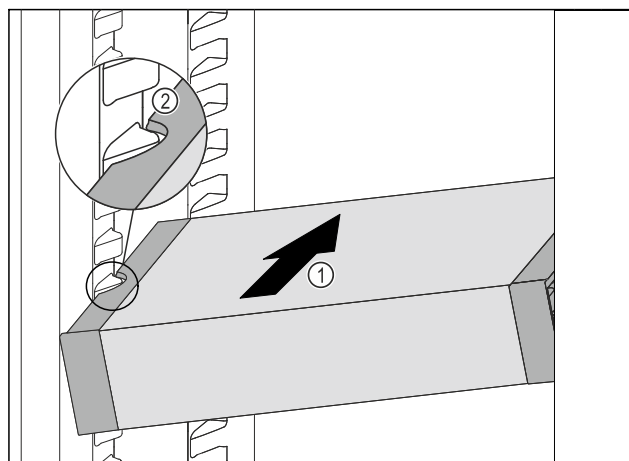

Fig. 69
- ▶ VarioSafe wsunąć ukośnie do chłodziarki Fig. 69 (1), aż boczne wycięcia Fig. 69 (2) VarioSafe będą się znajdować na wysokości żeber pojemnika w chłodziarce.